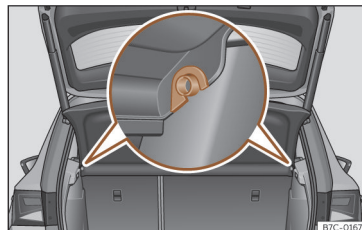

Fig. 106 En el maletero: desmontar y montar la bandeja.
- Desencaje la bandeja de los soportes laterales >>> **fig. 106** tirando de ella hacia arriba y extraiga la bandeja.
- Introduzca la bandeja horizontalmente haciendo coincidir la "herradura" sobre el eje de los soportes >>> **fig. 106**, y presione hacia abajo hasta que encastre.